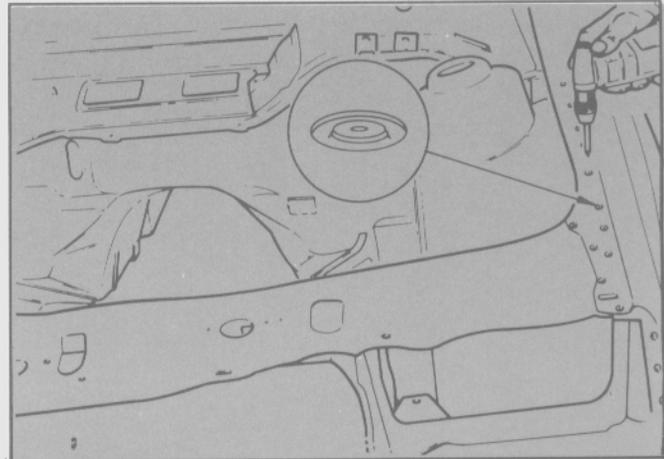

Fig. 70
- Si se prefiere, retirar los puntos de soldadura del guardabarro delantero interior y el soporte del radiador, se debe usar una fresa (Fig. 70).